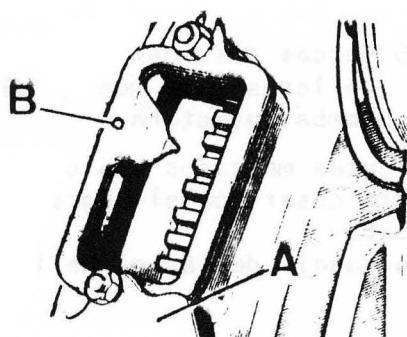

Fig. A3-32 Posicionamiento del índice de referencia
- 3.3. Abrir la tapa, A (Fig. A3-32) del registro del cárter del volante, extraer las juntas de corcho de dicha tapa y situar el orificio, B, del índice de referencia para puesta a punto, alineado con el granetazo existente en el cárter del volante, para lo cual será necesario desplazar dicho índice hacia la izquierda o derecha.
- 3.13. Montar la tapa de la ventana de inspección del cárter del volante, A (Fig. A3-32) con sus juntas y continuar el montaje invirtiendo del punto 1.6 al 1.2.